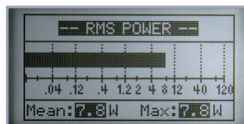

Fig.1
2. Monte la unidad pero todavía no apriete los tornillos (fig.1).